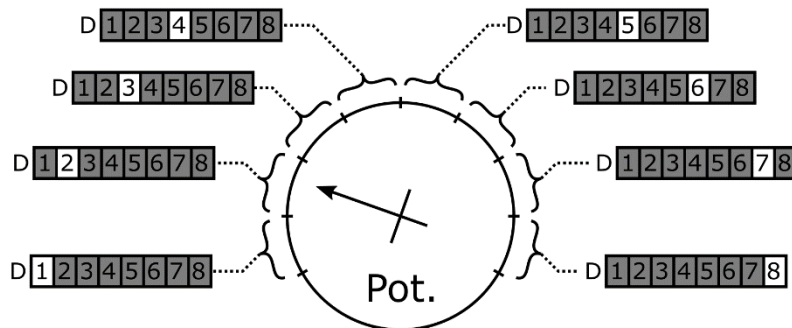

Figure 2: LEDs à allumer selon la position du potentiomètre
- 2) Ecrire un programme permettant d'allumer 1 LED seule sur les 8 selon la position du potentiomètre : si le potentiomètre est en butée gauche, seule D1 est allumée ; si le potentiomètre est en butée droite, seule D8 est allumée ; les autres LEDs s'allument selon une fonction linéaire de la position du potentiomètre entre les butées (voir Fig. 2)